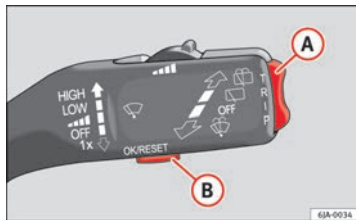

Abb. 36 Scheibenwischerhebel: Bedienelemente der Informationsanzeige
- Das **Hauptmenü** wird durch anhaltendes Drücken der Wipptaste **A** ⇒ Abb. 36 der Multifunktionswippe aktiviert.
- Wenn in der Informationsanzeige eine Warnung erscheint, muss diese durch Drücken der Taste  ⇒ Abb. 36 ⇒ Seite 67 bestätigt werden, bevor zum Hauptmenü zurückgekehrt werden kann.